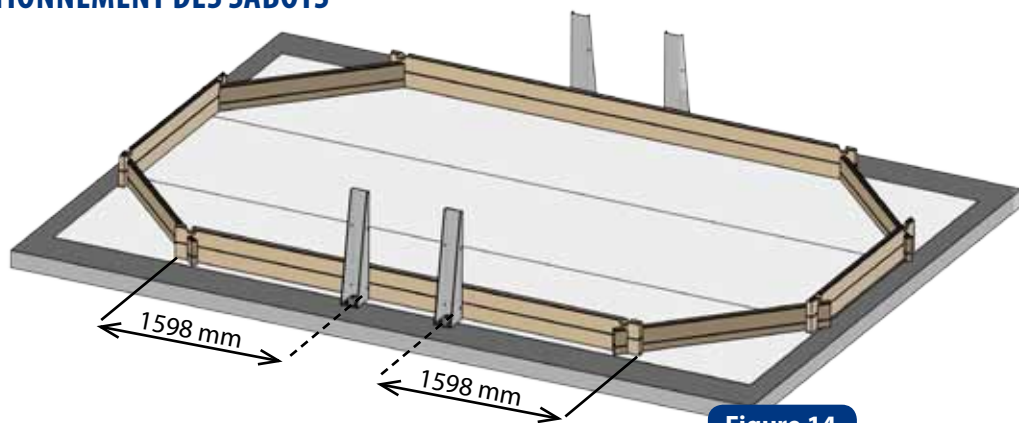

Figure 14
• Placez les sabots, **en appui contre les madriers**. Les dimensions sont prises de l'extrémité du madrier à l'entraxe du sabot (figure 14)